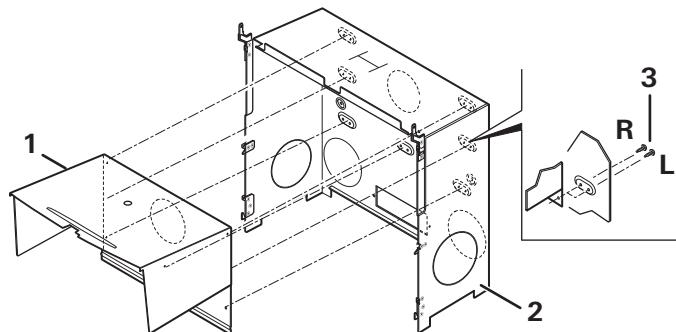

Figura 12
- **S 5004:** Fissare la parte interna della nicchia di montaggio (Figura 12-1) con 7 viti per lamiera $3,5 \times 9,5$ mm (Figura 12-3) sulla parte esterna della nicchia di montaggio (Figura 12-2). Tenere conto del montaggio a destra (Figura 12-R) o a sinistra (Figura 12-L) del riscaldamento S.